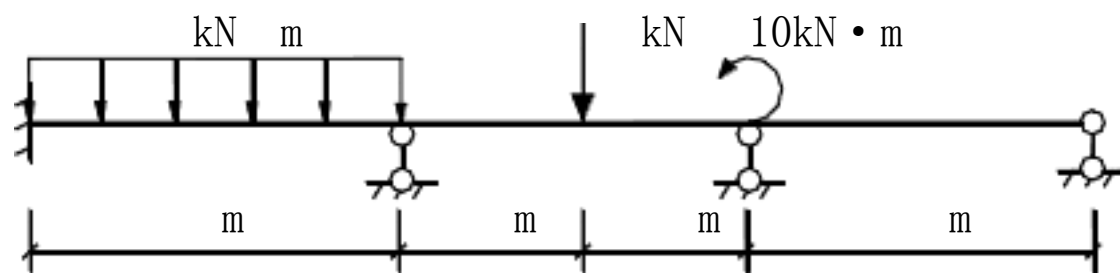

图 11
4. 力矩分配法计算图 11 示结构，各杆 i =常数。内力值保留到小数点后一位。